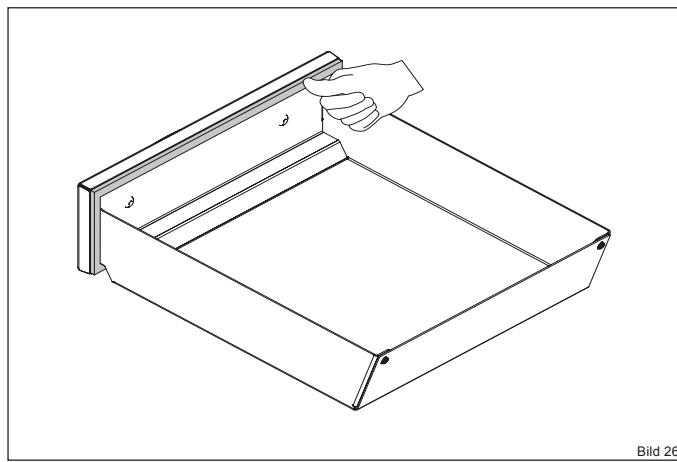

Bild 26
- Drücken Sie die neue Dichtung gleichmäßig in die Führung des Aschebehälters (Bild 26).